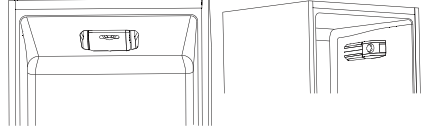

Fig.4
- El termostato para el control del aparato se encuentra dentro de la celda frigorífica (fig. 4). Gire la rueda del termostato sacándolo de la posición "0". Cuando la puerta del frigorífico está abierta, la luz permanece encendida.